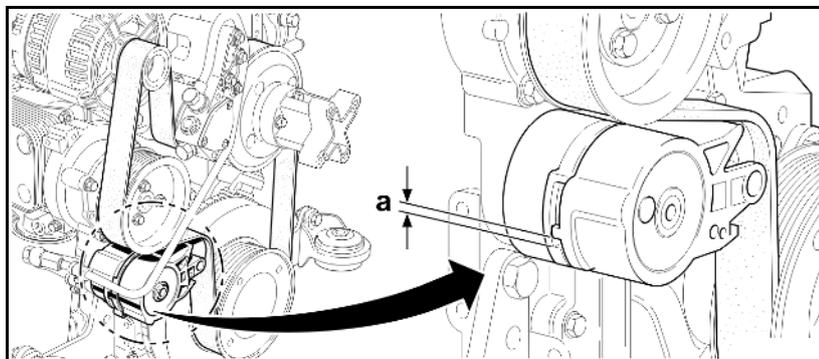

Fig. 170
1. Apretar el rodillo tensor (Fig. 170/1) con llave insertable (Fig. 170/3) en la dirección de la flecha hasta que se pueda fijar un pasador de retención de Ø6mm (Fig. 170/4) en la perforación de montaje.
La correa acanalada (Fig. 170/2) está ahora desprovista de tensión.
2. Retirar la correa acanalada (Fig. 170/2) primero del rodillo más pequeño o del rodillo tensor.
4. Colocar la nueva correa acanalada (Fig. 170/2).
6. Volver a tensar la correa acanalada con el rodillo tensor y la llave de inserción (Fig. 170/3). Comprobar si el guiado de la correa acanalada se ha colocado correctamente.